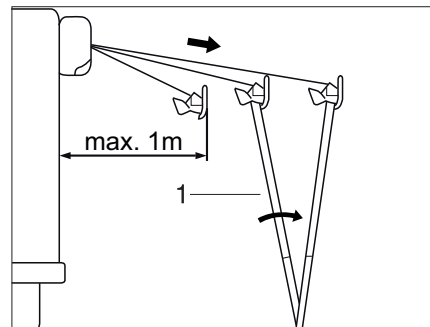

Fig. 36 Apertura della tenda
- Aprire i piedi di sostegno (Fig. 36,1) e poggiarne l'estremità sul suolo.